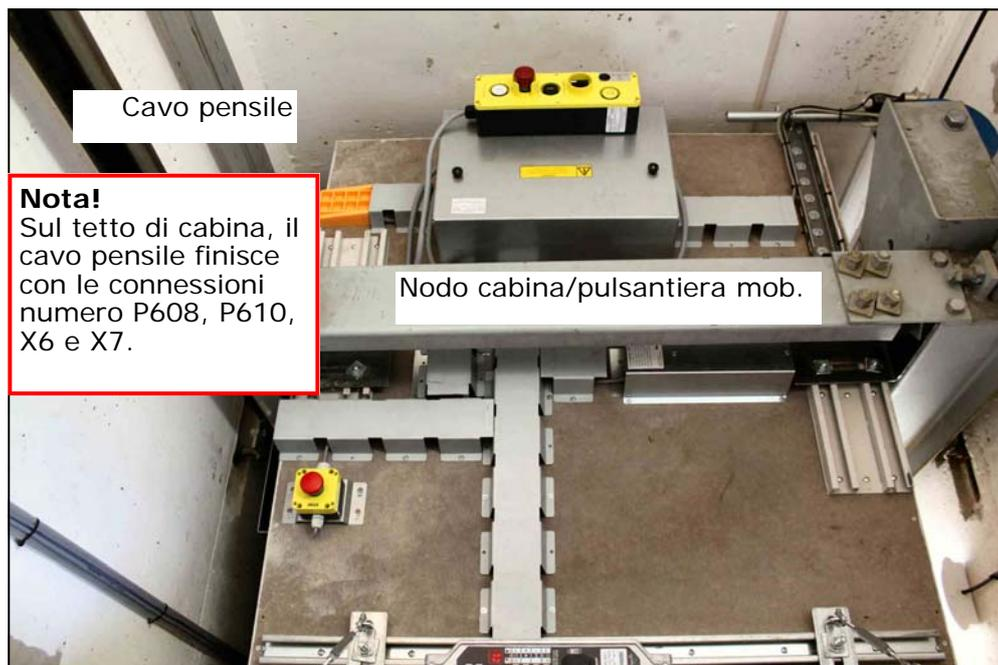

**Fig. 11.1:**
**11.** Fissaggio del cavo pensile (cavo di corsa) collegando il filo di TERRA al quadro di manovra. Collegare ai punti di TERRA (**Fig. 11.1** e **11.2**).